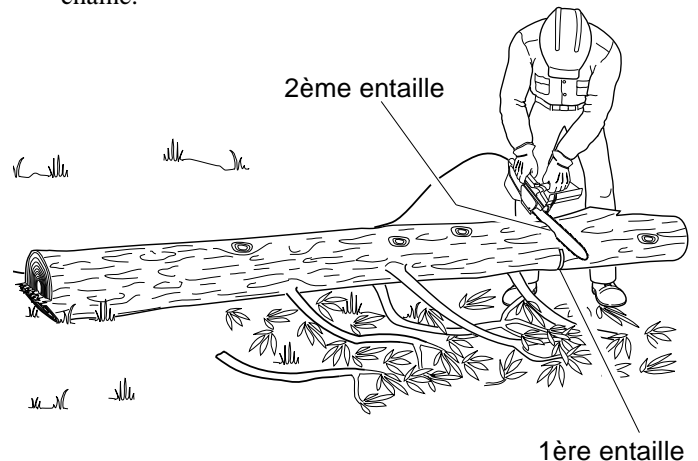

Figure 16 - Tronçonnage d'une bille soutenue à une extrémité
1. Faire la première entaille sur le dessous de la bille. (Voir la figure 16.) Pour ce faire, utiliser le haut de la lame-guide. Scier sur le tiers du diamètre de la bille. Cette entaille permet d'éviter la production d'éclats de bois.